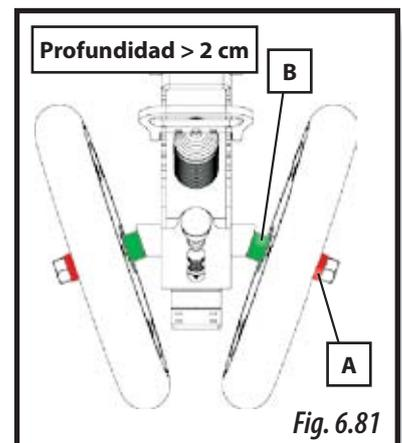

Fig. 6.81
- **PROFUNDIDAD DE SIEMBRA MAYOR A 2 CM**: se deberán montar los casquillos separadores A (estrecho) y B (ancho) tal y como se muestra en la imagen 6.81.